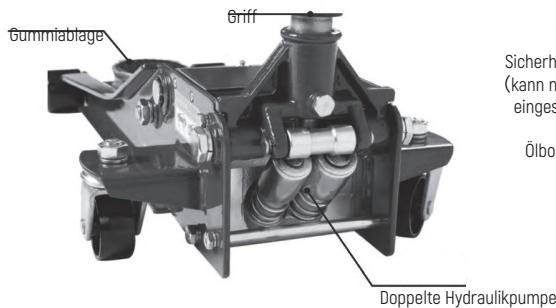

Abbildung 1
- 2) Führen Sie den Griff in das Handloch ein (siehe Abbildung 1).
- 3) Drehen Sie den Griff gegen den Uhrzeigersinn (siehe Abbildung 1) und öffnen Sie das Rücklaufventil.